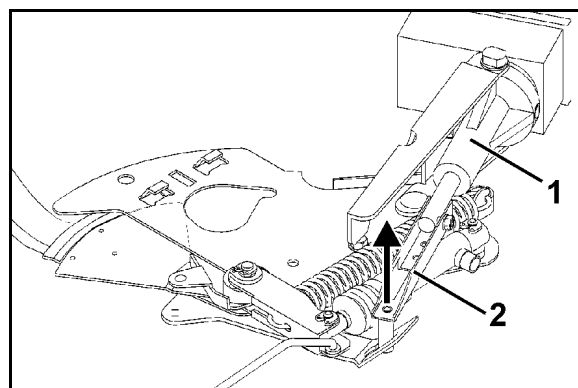

Fig. 14
4. Levantar el servomotor (Fig. 14/1) y desenganchar la barra de empuje (Fig. 14/2) de la conexión de la corredera de dosificación.